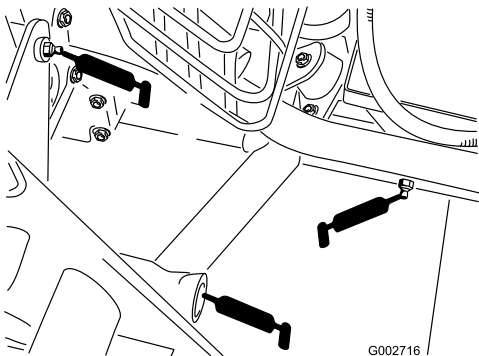

Bild 22
- Hintere Anbauvorrichtung (5) (Bild 22)